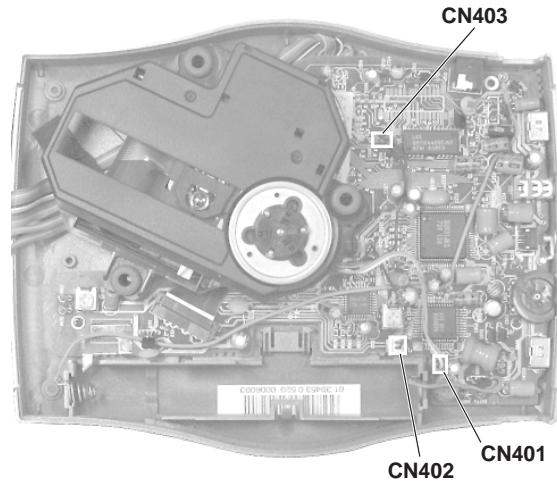

Fig. 2
- Laufwerkzuleitungen (CN401, CN402, CN403) von der Hauptplatte abziehen (Fig. 2).
- Unplug the drive mechanism connecting leads (CN401, CN402, CN403) on the main board (Fig. 2).